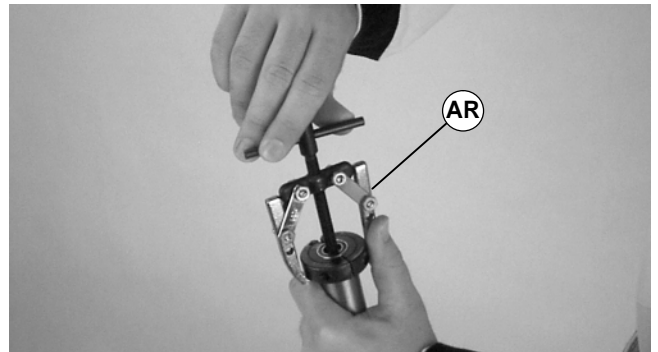

Abbildung 37
3. Mit einem Abzieher (AR siehe Abbildung 37) das/die Lager ausbauen und entsorgen.